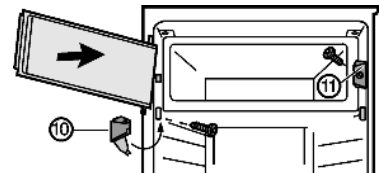

Fig. 7*
- ▶ Sluitstuk Fig. 7 (11) monteren.*
- ▶ Lagerbus Fig. 7 (10) monteren en afdekking dichtklappen.*